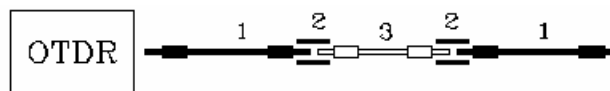

Bild 3: Messung der Reflektion, 1 = Vor- bzw. Nachlauffaser, 2 = Referenzkupplung, 3 = Meßstrecke
- Rückflussdämpfung aus beiden Richtungen bei 1500 nm bei Einmodenfasern über gesamte Länge mit Einzelspleißkennung (Bild 3).
Zur Messung der auftretenden Reflektionen ist die Vorlauffaser, die zu prüfende Faser und die Nachlauffaser gemäß Bild 3 mit dem OTDR zu verbinden. Diese Messung ist für alle Fasern einer Strecke durchzuführen.